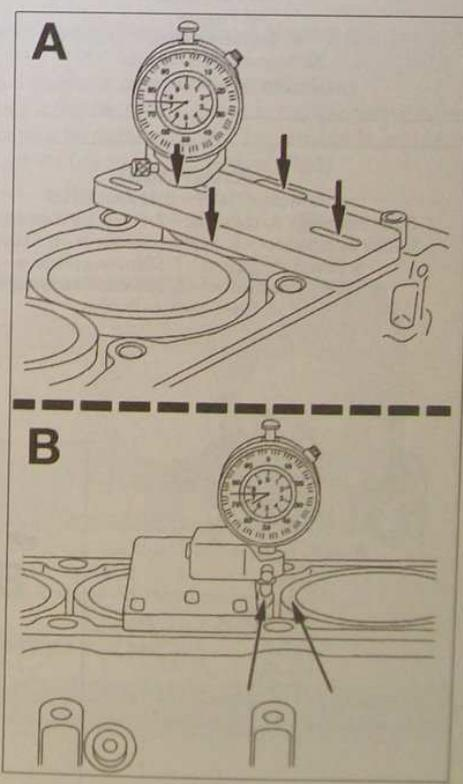

FIG. 66
- À l'aide d'un comparateur, contrôler la planéité de chaque chemise, en 4 points (A) (Fig.66).
- Contrôler, ensuite, le dépassement entre 2 chemises voisines (B) et le dépassement, en 3 points, de chaque chemise par rapport au carter-cylindres (C), après avoir contrôlé la planéité du plan de joint supérieur de ce dernier.